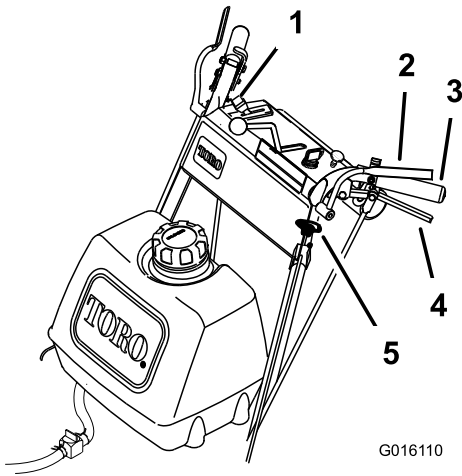

Bild 12
1. Drücken Sie zum Einkuppeln der Schnittmesser die Hebel der elektronischen Sicherheit gegen die Handgriffe (Bild 12).
1. Drücken Sie das Zapfwellenantriebshandrad nach unten in die Aus-Stellung (Bild 12).
2. Wenn Sie die Hebel der elektronischen Sicherheit loslassen, wird der Motor abgestellt und die Messer werden bei eingekuppeltem Zapfwellenantrieb gestoppt (Bild 12).